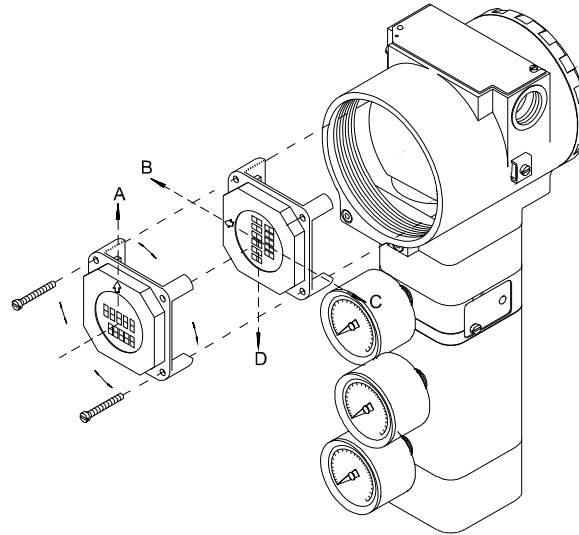

Figura 5.26 – Quatro Posições do Indicador
Ligue o conector do transdutor e o conector da fonte de alimentação à placa principal (5). Conecte o indicador na placa. A placa do indicador possibilita a montagem em quatro posições (Veja figura 5.26). A marca ▲, inscrita no topo do indicador, indica a posição correta.